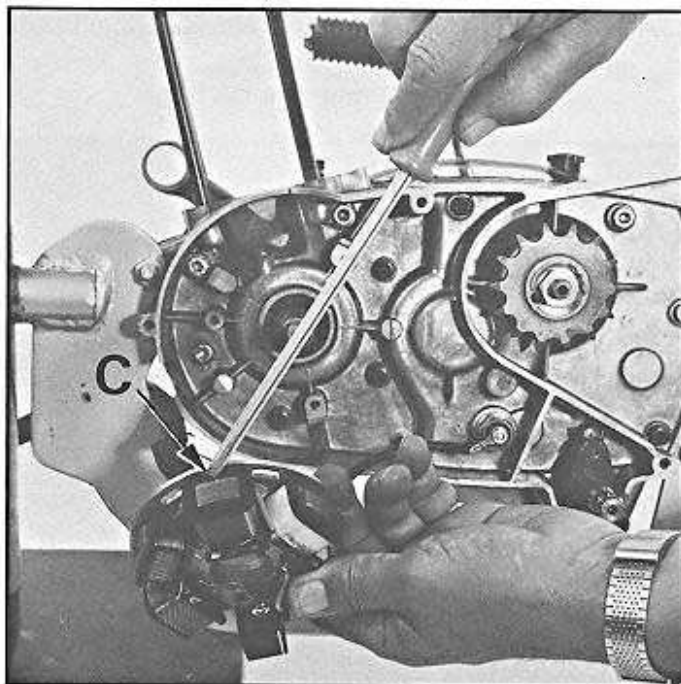

Fig. 25
- Rabattre la languette métallique C (fig. 25).